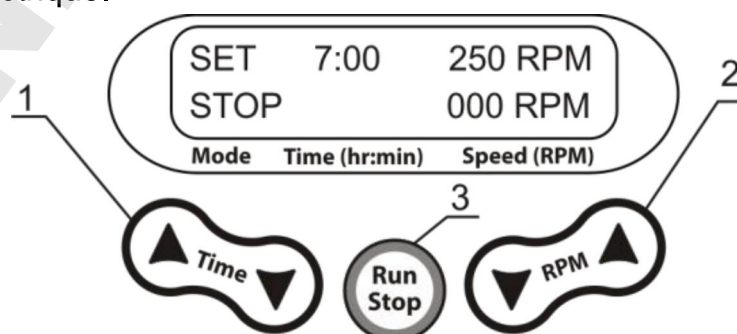

Fig.1. Panneau de configuration
- 4.3. Programmez la durée d'utilisation requise en heures et en minutes (l'intervalle d'incrémentatation est d'1 minute) en utilisant les touches ▼ **Time** ▲ et (Fig. 1/1). Appuyez sur la touche pendant plus de 2 secondes pour augmenter l'incrémentatation.
- 4.4. Réglez la vitesse d'agitation requise (l'intervalle d'incrémentatation est de 10 tpm) en utilisant les touches ▼ **RPM** ▲ et (Fig. 1/2). Appuyez sur la touche pendant plus de 2 secondes pour augmenter l'incrémentatation. La vitesse programmée s'affiche dans la ligne supérieure de l'écran.
- 4.5. Appuyez sur la touche **Run Stop** (Fig. 1/3). La plate-forme commencera à effectuer des rotations (indication RUN) et l'indicateur du minuteur affichera le décompte de l'intervalle de temps dans la ligne inférieure de l'écran.